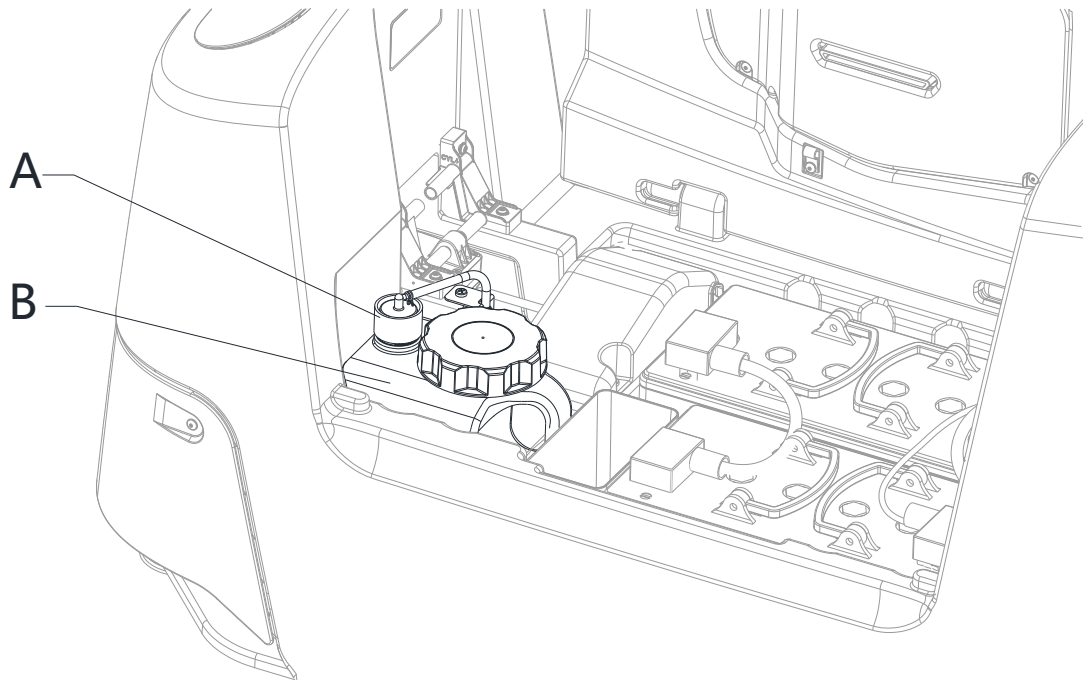

Figure 18
3. Ouvrir le couvercle (2) et vérifier si le réservoir de récupération (3) est vide. Dans le cas contraire, le vider au moyen du tuyau de vidange (18).
4. Fermer le couvercle (2).
5. Saisir la poignée (6) et soulever le réservoir (3) avec soin.
6. Dévisser le bouchon (A, Fig. 18) du réservoir de détergent (B).
7. Enlever le réservoir de détergent (B).
9. Remplacer le réservoir de détergent (B) comme sur la figure, puis remettre le bouchon (A).